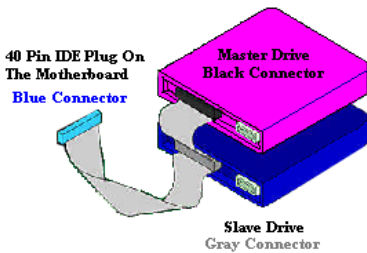

Figure 2-10. How to connect an ATA/66 Cable to the Motherboard
- Verbinden Sie den **SCHWARZEN** Anschluß mit dem entsprechenden Anschluß auf der Master-Festplatte. Verbinden Sie den **GRAUEN** Anschluß mit dem entsprechenden Anschluß auf der Slave-Festplatte (sekundäre Festplatte, CD ROM, oder Bandlaufwerk). Bitte schauen Sie sich Abb. 2-10 an.